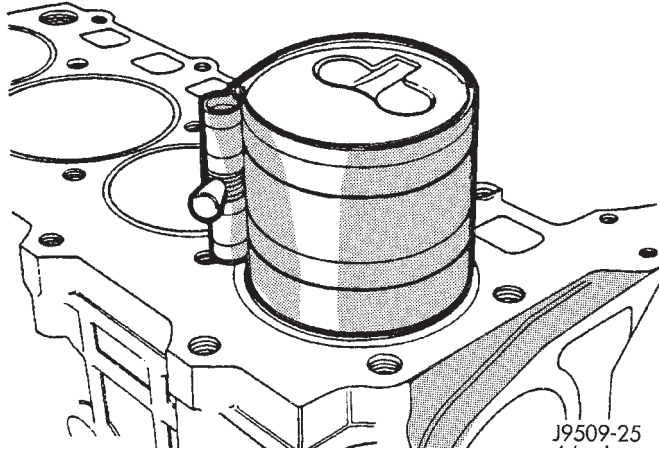

Abb. 48 Kolben einbauen
(3) Kolbenboden und Kolbenringe in sauberes Motoröl tauchen, Kolbenringspannband über den Kolben schieben und festziehen (Abb. 48). **Darauf achten, daß sich die Lage der Ringe dabei nicht verändert.**
(4) Die Brennraumtasche der Kolben muß zur Nockenwelle weisen.
(5) Gewinde der Pleuelschrauben mit Schutzhül- sen versehen.
(6) Kurbelwelle drehen, bis sich der Pleuelzapfen in Bohrungsmitte befindet. Pleuel und Kolben in die Bohrung schieben und Pleuel über den Zapfen füh- ren.
(7) Kolben mit einem Hammerstiel in die Bohrung klopfen. Dabei das Pleuel zum Pleuelzapfen ausrich- ten.
(8) Pleuellagerdeckel montieren. Muttern auf die gereinigten und eingeölte Pleuelschrauben drehen und mit 29,5 N·m (22 ft. lbs.) plus 60° anziehen.